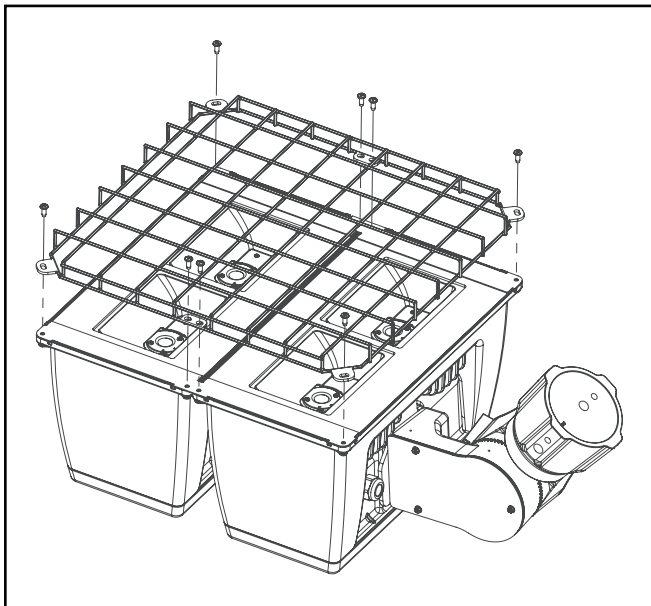

Figura 5.
### Protector de cables (Figura 5.)
1. Afloje y retire los tornillos de cabeza Phillips 10-24 (8) de la parte frontal de la luminaria y consérvelos para referencia futura.
2. Alinee el protector de cables sobre la parte superior de los ganchos para la lente de modo que coincidan con los cuatro orificios existentes. (Figura 5.)
3. Reajuste los (8) tornillos de cabeza Phillips 10-24 del paso 1, ubicados al frente de la luminaria.